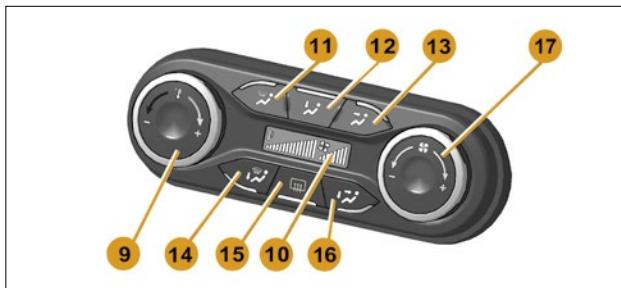

Рис. 4. Блок управления системой вентиляции и отопления
- 9** – левый поворотный переключатель (управление температурой подаваемого воздуха), см. рис. 4, 5, 6.
Поворот соответствующих рукояток **9** и **17** против часовой стрелки от положения, соответствующего максимуму заданной температуры и скорости вентилятора, приводит к уменьшению соответственно задаваемой температуры воздуха в салоне и скорости вентилятора, что сопровождается поочередным деактивированием уменьшающихся вертикальных «столбиков» соответственно в правой и левой зоне информационного табло; **11** – кнопочный переключатель режима обогрева (обдува) ветрового и боковых стекол (рис. 4, 5);
12 – кнопочный переключатель режима обогрева ног (рис. 4, 5); **13** – кнопочный переключатель режима «вентиляция салона»; **14** – кнопочный переключатель промежуточного режима «на стекло – в ноги»;